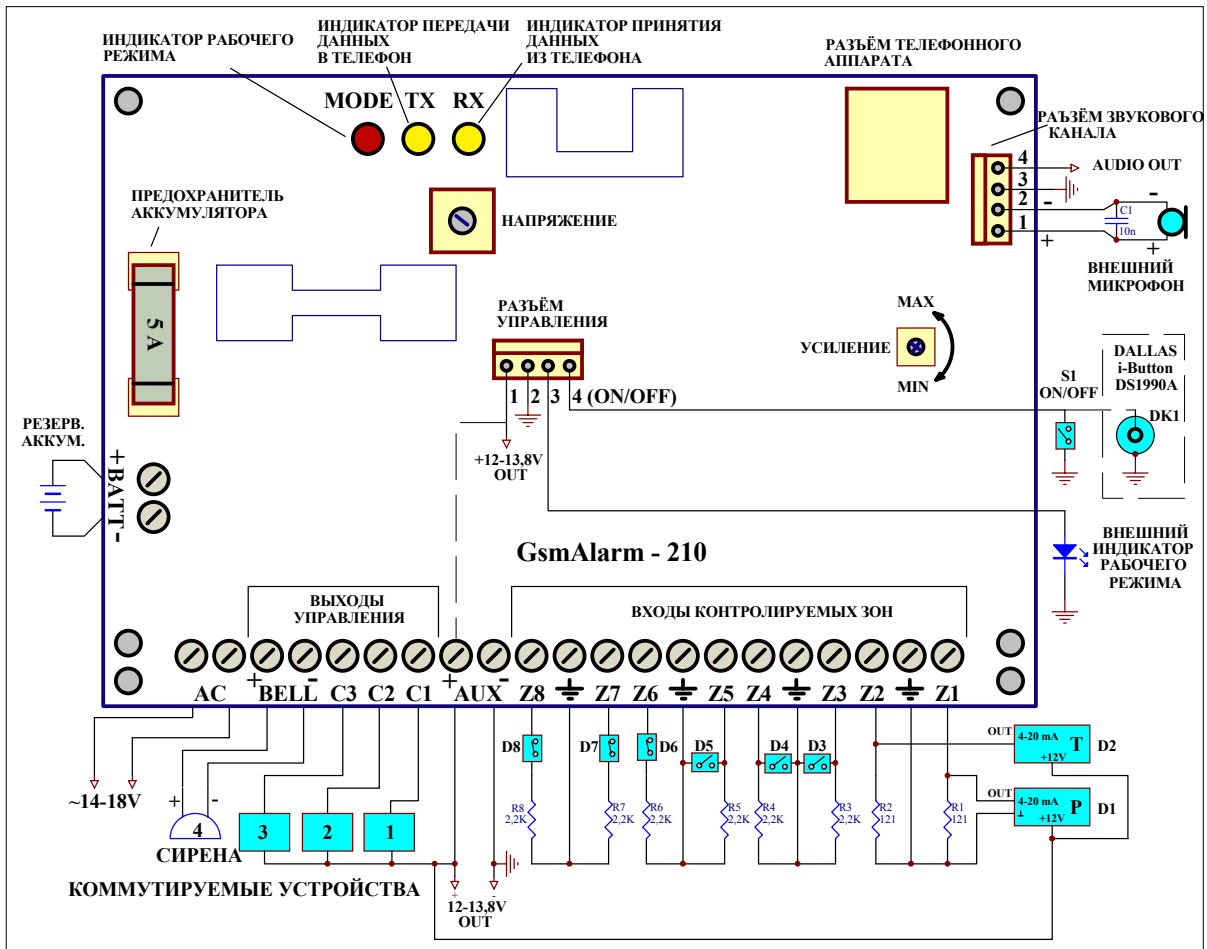

Рис. 1
- 1.2.2. Коммутирующие выходы **C1, C2 и C3** предназначены для управления дополнительных коммутируемых устройств (магнитных пускателей, реле и т.д.) DTMF и SMS командами. В активном состоянии выход соединяется с общим проводом (земля), поэтому для работы коммутируемых устройств нужно напряжение питания. На схеме подключения (рис. 1) дополнительные коммутируемые устройства работают от источника питания сигнализации (выход **AUX**). При такой схеме надо иметь в виду, чтобы весь потребляемый коммутируемыми устройствами (включая сирену и датчики) не превышал 3 А.
1-ый и 2-ой контакты: симметричный вход звука, предназначен для подключения стандартного конденсаторного микрофона. Чтобы уменьшить шумы и фонирующие до минимума, желательно применять кабель витой пары и в конце линии подключить конденсатор 0,01 мF. При подключении микрофона обязательно надо обратить внимание на полярность подключения. Коэффициент усиления микрофонного усилителя можно регулировать потенциометром “УСИЛЕНИЕ” (см. рис.1).
Перед тем, как подключить сигнальный телефон к устройству GsmAlarm-210-NK1, надо подготовить к работе SIM карточку – запрограммировать номер SMS центра (см. раздел 2.1) и выключить запрос PIN кода (2.2). Тогда телефон подключается к плате GsmAlarm-210-NK1. Перед выключением питания системы рекомендуется выключатель S1 (см. рис.1) перевести в положение, при котором система неактивна (замкнуты контакты 2 и 4 разъёма управления). Резервный аккумулятор рекомендуется подключить только после полной конфигурации и настройки системы.
Если предусмотрено использовать датчики с токовым выходом 4-20 mA (температуры, давления и т.д.), надо соответствующие входы перевести в режим измерения (см. раздел 2.6), запрограммировать нужные пределы измерительной шкалы и величину срабатывания (см. раздел 2.12), а также использовать 121 Ω нагрузочные резисторы (см. рис.1).
Если для включения-выключения предусматривается применить электронные ключи фирмы DALLAS, тогда надо соответствующим кодом переключить вход ON/OFF в режим “B” (DALLAS) (см. раздел 2.11), запрограммировать нужное количество ключей (см. раздел 2.12) и перезапустить систему. Перезапуск производится введением кода *8765 или выключением сигнального телефона. Когда загорается индикатор “MODE”, система включается прикосновением ключа DALLAS к ключевому контакту DK1 (см. рис.1) – индикатор “MODE” несколькими частыми миганиями подтверждает что система включена. Следующее прикосновение ключом выключает систему.